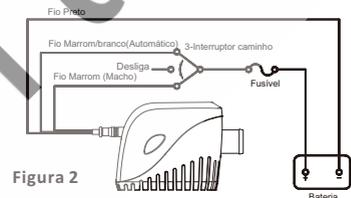

Figura 2
1. O comprimento da linha deve ser suficiente se não for longo o suficiente para ser conectado. Por favor, consulte (figura 2) para conectar os fios.